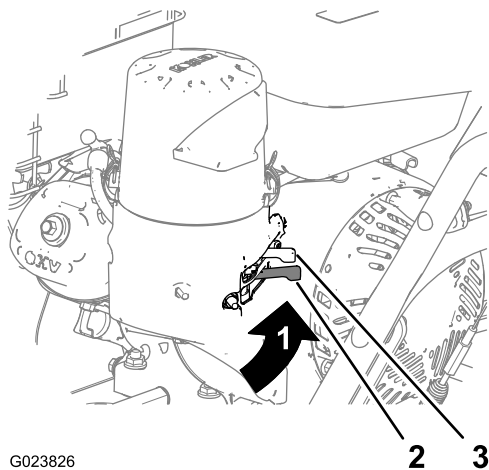

Figure 9
Déplacez le robinet d'arrivée de carburant, situé sous le starter, vers la droite pour ouvrir l'arrivée de carburant (Figure 9).
SERVICE. Si le moteur est chaud, laissez le starter en position HORS SERVICE (Figure 9).
5. Laissez chauffer le moteur quelques minutes, puis tournez la commande de starter vers la position ARRÊT (Figure 9).
5. Le robinet d'arrivée de carburant vous permet de couper l'arrivée de carburant si vous ne prévoyez pas d'utiliser la machine pendant plusieurs jours, lorsqu'elle est rangée dans un local fermé et pendant son transport d'un lieu à un autre (Figure 9).